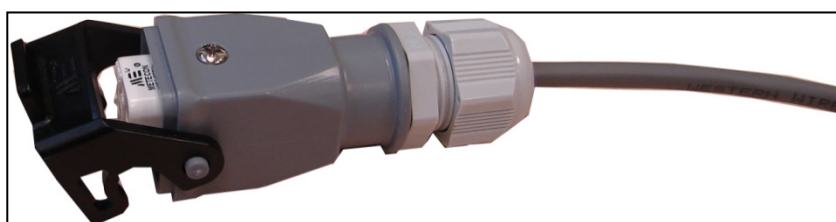

Figura 9: Unidad cableada en la cubierta de protección
6. Vuelva a colocar el conector del cable en la cubierta protectora y coloque el tornillo de sujeción en su lugar (Figura 9).